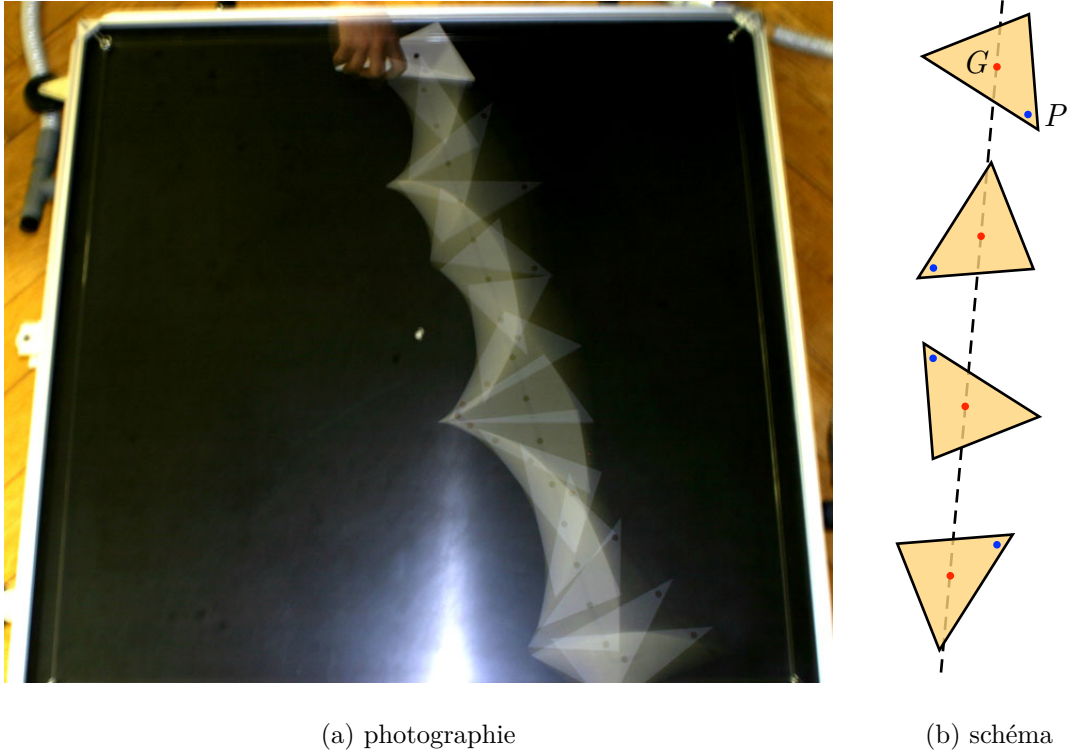

FIGURE 16 – Solide en mouvement sur une table horizontale
**Expérience 1.5** Lançons un solide sur une table à coussin d'air horizontale (figure 16). On observe le mouvement de deux points du solide : le point  $P$  situé à sa périphérie et son *centre de masse*  $G$ .